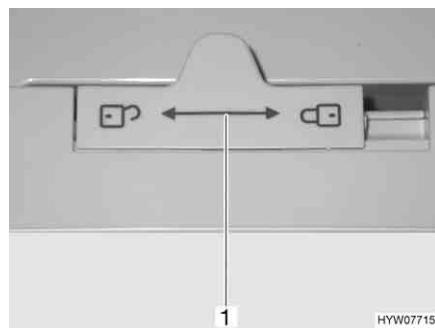

Fig. 193 Bloccaggio della porta del frigorifero (serie Dometic 7)
- Spostare il dispositivo di bloccaggio (Fig. 193,1) verso sinistra "1".
- Spostare il dispositivo di bloccaggio (Fig. 193,1) completamente verso destra "2".